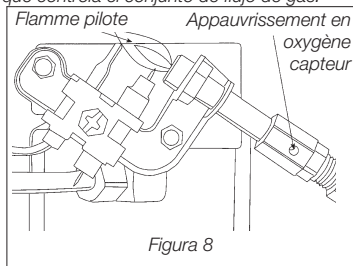

Figura 8
Mantenga siempre el área del calentador despejada y libre de materiales combustibles, gasolina y otros vapores y líquidos inflamables. Mantenga limpias las áreas de ventilación (ranuras en la parte interior y superior en la parte delantera y trasera del calentador) en todo momento. Inspeccione visualmente la llama piloto y el quemador periódicamente durante el uso. La llama piloto debe ser de color azul (no amarilla) y se extenderá más allá del termopar. La llama reodará el termopar justo debajo de la punta, vea la Figura 8. Se puede producir una ligera llama amarilla donde se unen la llama del piloto y la llama del quemador principal. El quemador debe ser de color naranja brillante (con un ligero color azul alrededor del borde, es aceptable una neblina roja-anaranjada que es visible en la loseta de cerámica) y sin una llama perceptible. Una llama azul que se despliega en la parte superior de la baldosa cerámica indica una acumulación de polvo, pelusa o telarañas dentro del conjunto de la carcasa y el conjunto del quemador principal. Si el piloto es amarillo o el quemador tiene una llama perceptible, se puede requerir limpieza. Utilice el siguiente procedimiento para inspeccionar el conjunto
3. Retire (4) cuatro tornillos que aseguran la cubierta trasera al calentador.
5. Retire (4) los cuatro tornillos de retención del quemador y la tubería de combustible del conjunto del quemador.
8. Inspeccione y limpie el orificio del quemador principal (roscado en el soporte del orificio). El soporte del orificio está unido al venturi del conjunto del quemador con (2) dos tornillos.
9. Inspeccione y limpie el piloto (montado en el soporte) utilizando una aspiradora o aplique presión de aire a través de los orificios en el piloto indicados por las flechas en la Figura 8.